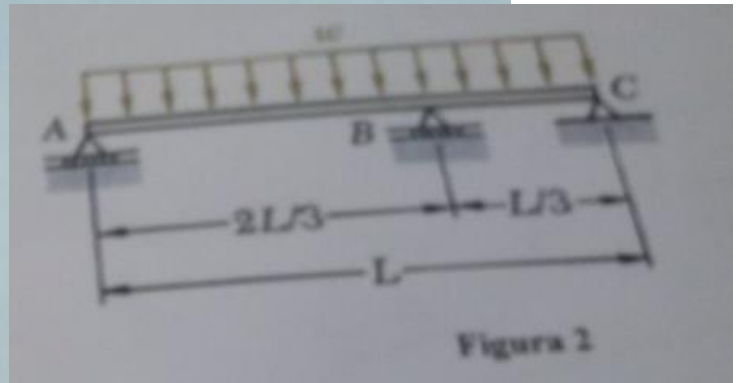

Figura 2
- 2ª Questão (2,5 pontos) – Para a viga uniforme (EI = constante) e o carregamento mostrado na figura determine as reações de apoio. Utilizar a superposição de efeitos (tabela anexa). (Figura 2)